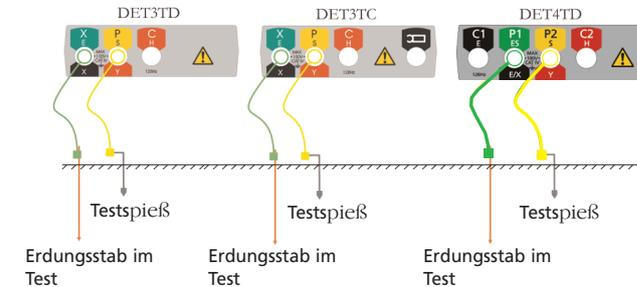

Abbildung 2: Anschlüsse für das Messen der Rauschspannung und des Zweipolwiderstands
1. Wenn der Wahlschalter auf die Position „OFF“ eingestellt ist, schließen Sie das Instrument wie in Abbildung 2 gezeigt an.
1. Wenn der Wahlschalter auf die Position „OFF“ eingestellt ist, schließen Sie das Instrument wie in Abbildung 2 gezeigt an dem zu prüfenden Teil der Installation angeschlossen.